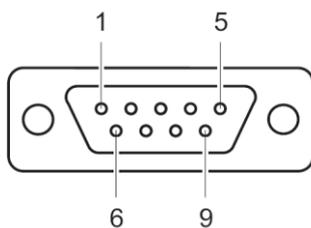

Abbildung 4 – Anschlussstecker Input / Output (SUB-D, 9-polig, männlich)
Der Anschluss Input / Output (🔌📖 Abbildung 4, Seite 14) vereint die Anschlüsse zur Spannungsversorgung, den Analogausgang und die digitalen Ein- und Ausgänge zur Steuerung und Überwachung des Gerätes.
- Verbinden Sie PIN 2 der Anschlussstecker Input / Output (👉📖 Abbildung 4, Seite 14) mit dem Masseanschluss Ihrer Spannungsversorgung.
- Verbinden Sie PIN 4 der Anschlussstecker Input / Output (👉📖 Abbildung 4, Seite 14) mit dem Anschluss 24 VDC (max. 12 W) Ihrer Spannungsversorgung.
- Anlegen eines Low-Pegels an PIN 1 des Anschlusssteckers Input / Output (  Abbildung 4, Seite 14).
- PIN 1 des Anschlusssteckers Input / Output (  Abbildung 4, Seite 14) vom Low-Pegel trennen.
Der Analogausgang (  4.7 Ausgangssignal, Seite 11) wird über den Anschluss Input / Output (  Abbildung 4, Seite 14) zur Verfügung gestellt.
- Anlegen eines Low-Pegels an PIN 8 der Anschlussstecker Input / Output (  Abbildung 4, Seite 14).
- PIN 8 des Anschlusssteckers Input / Output (  Abbildung 4, Seite 14) vom Low-Pegel trennen.
- Anlegen eines Low-Pegels an PIN 6 der Anschlussstecker Input / Output (🔑📖 Abbildung 4, Seite 14).